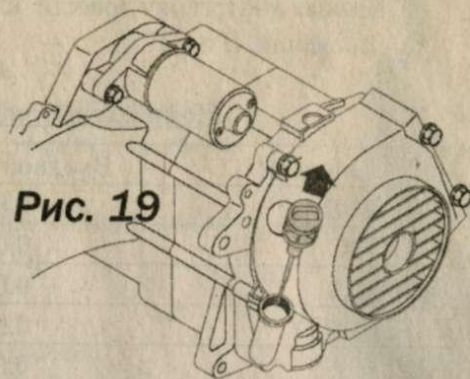

Рис. 19
- Залить новое моторное масло до необходимого уровня которое можно проконтролировать с помощью щупа. рис. 19